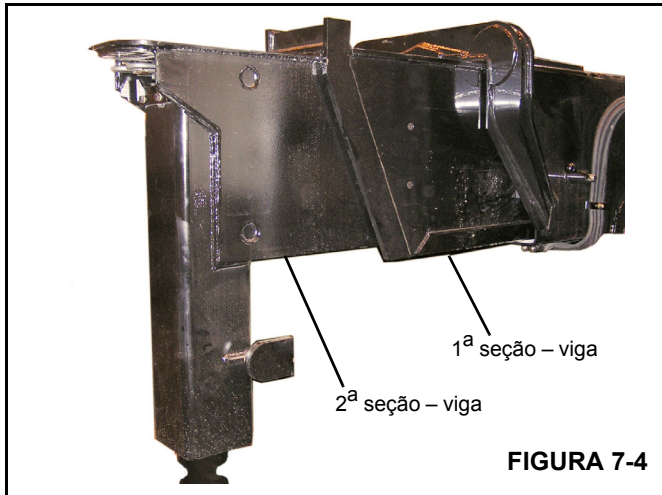

FIGURA 7-4
3. Estenda ligeiramente a viga do estabilizador, de forma que uma correia de elevação (Figura 7-4) possa ser fixada à viga do estabilizador.